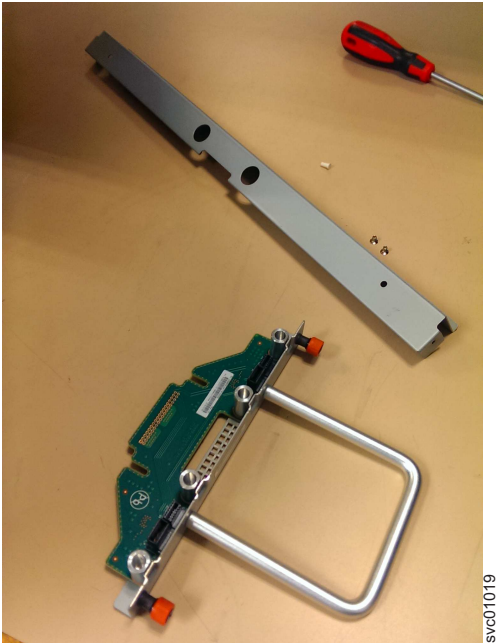

Figure 103. Pièces de FIB du châssis
1. Assembler la nouvelle FIB, le couvercle et les vis du couvercle (voir figure 103, à la page 107) dans un endroit sûr.